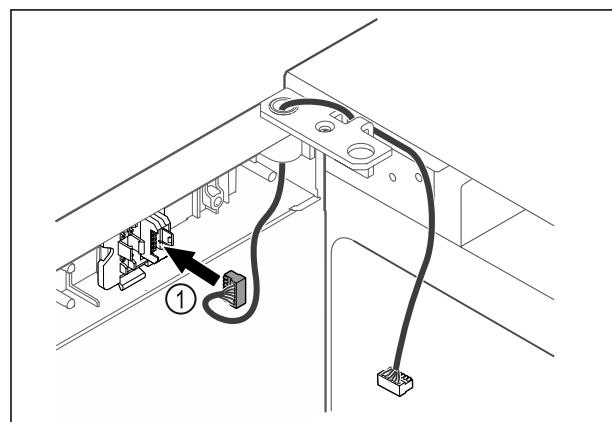

Fig. 59
- Τοποθετήστε το φίς Fig. 59 (1) στο στήριγμα του φίς.